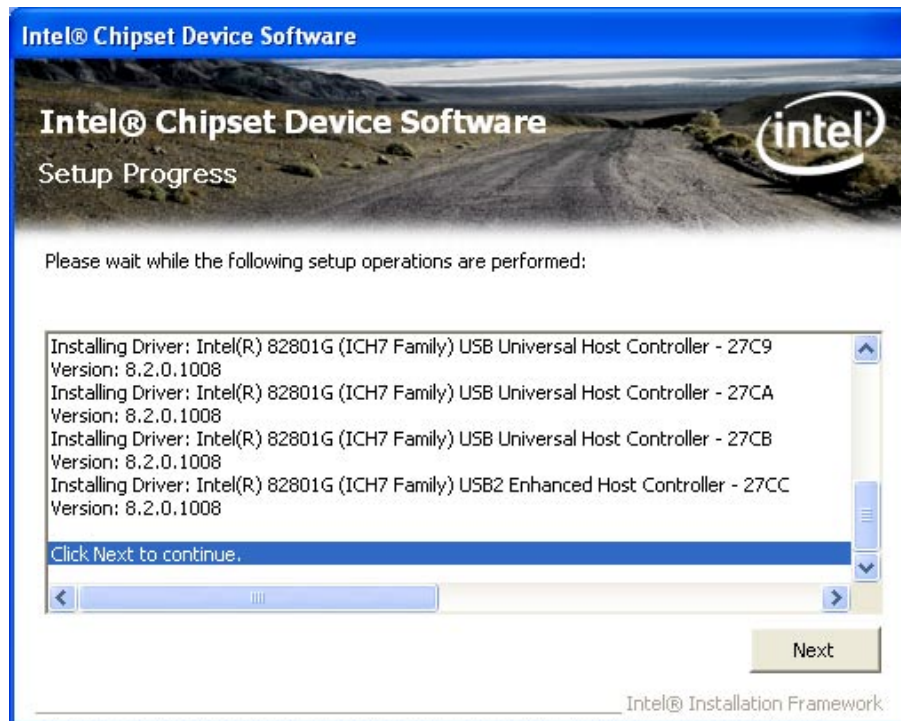

Abbildung 7-6: Chipsatztreiber Installationsfortschritt
Schritt 11: Die erforderlichen Dateien werden installiert (**Abbildung 7-6**).